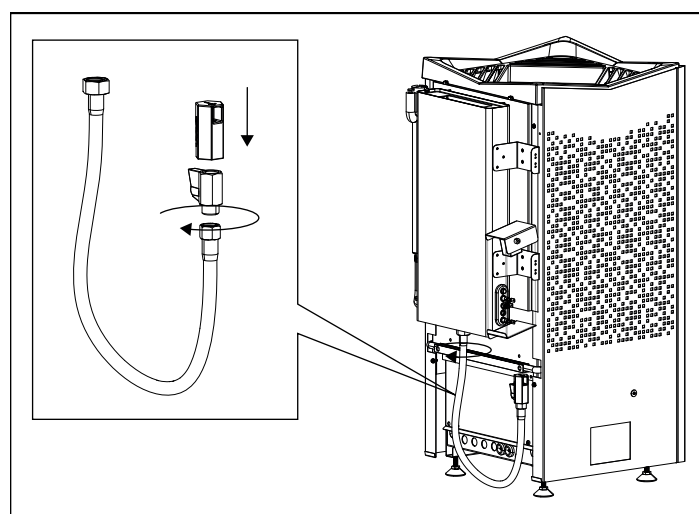

Rysunek 12. Wsuń szufladę, aby uzyskać łatwiejszy dostęp.
7. Podłącz przewód czujnika temperatury i wilgotności (pozycje 6–9 na rysunku 20). Wsuń szufladę, aby wyprostować przewody, i dokręć odprężacze (patrz rysunek 12).